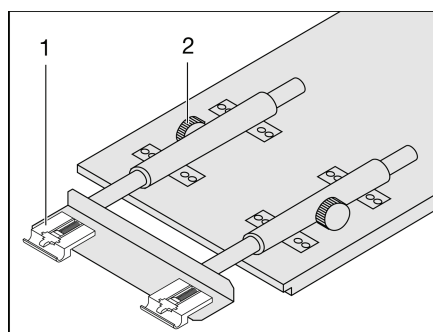

Bild 88 Hängetisch vergrößern
- Die Rändelschrauben (Bild 88,2) lösen.
- Die Tischplatte vorn leicht anheben und bis zum Anschlag herausziehen. Die Tischverlängerung (Bild 88,1) ist ganz ausgezogen.
- Die Tischplatte vorn leicht anheben und bis zum Anschlag zurückschieben. Die Tischverlängerung (Bild 88,1) ist ganz eingeschoben.